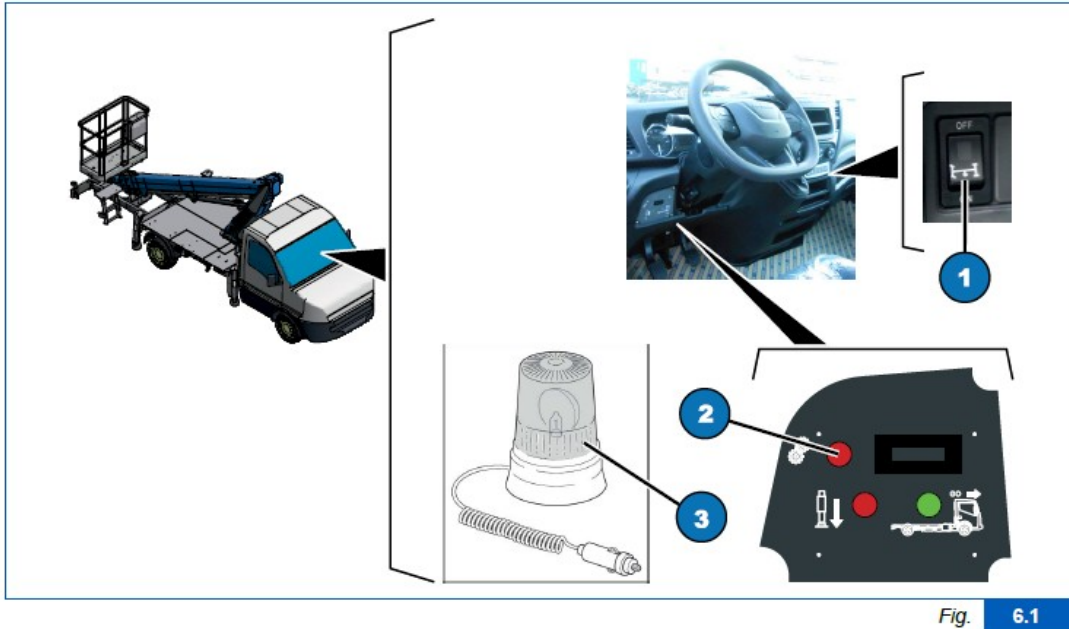

Fig. 6.1
- 2) Apăsăți butonul (Fig. 6.1, 1) de pe panoul de comandă pentru a activa PTO.
- 3) Lumina indicatoare a PTO se aprinde (Fig. 6.1, 2), se aude un semnal sonor și pornește contorul.
- 6) Puneți girofarul magnetic (Fig. 6.1, 3) pe plafonul utilajului și porniți-l introducând mufa în priza de brichetă.